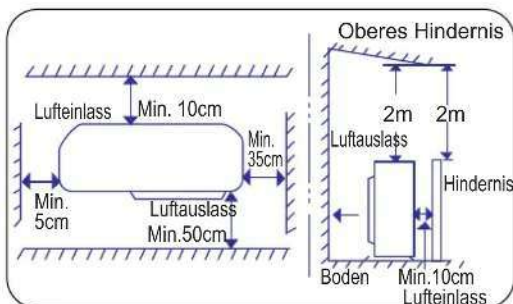

Abb. 8.1
- Einen gewünschten Platz für Lufteinlass, -auslass und Wartung haben. (Abb. 8.1)